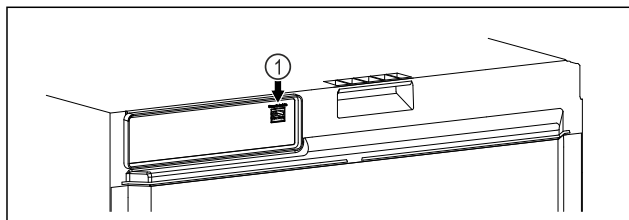

Fig. 105
- Το SmartModule Fig. 105 (1) είναι τοποθετημένο.